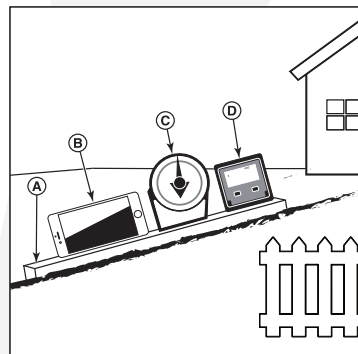

Fig. 1
1. Utilice un borde recto de al menos dos (2) pies de largo (A, Fig. 1). Un 2x4 o un trozo recto de metal también funcionan.
- a. **Utilice su teléfono inteligente:** Muchos teléfonos inteligentes (B, Fig. 1) disponen de un inclinómetro (buscador de ángulos) situado bajo la aplicación (app) brújula. Alternativamente, puede buscar en la tienda de aplicaciones de su teléfono una aplicación para el inclinómetro.
- b. **Utilice las herramientas del buscador de ángulos:** Las herramientas para encontrar ángulos (C y D, Fig. 1) están disponibles en las ferreterías locales o en línea (también llamadas inclinómetro, transportador, medidor de ángulos o medidor de ángulos). Los de tipo dial (C) o digital (D) funcionan, los otros pueden no hacerlo. Lea y obedezca las instrucciones de uso suministradas con el medidor de ángulos.
3. Coloque el borde recto de dos (2) pies de largo o lo largo de la parte más empinada de la pendiente del césped. Suba y baje la tabla por la pendiente.